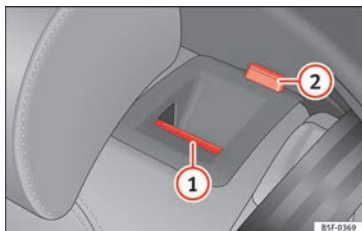

Fig. 145 En el respaldo del asiento trasero: tecla de desbloqueo (1); marca roja (2).
- Tire de la tecla de desbloqueo » fig. 145 (1) hacia delante y, al mismo tiempo, abata el respaldo.
- El respaldo trasero está desbloqueado cuando se ve una marca roja en la tecla (2).
El respaldo trasero está desbloqueado cuando se ve una marca roja en la tecla » fig. 145 (2).